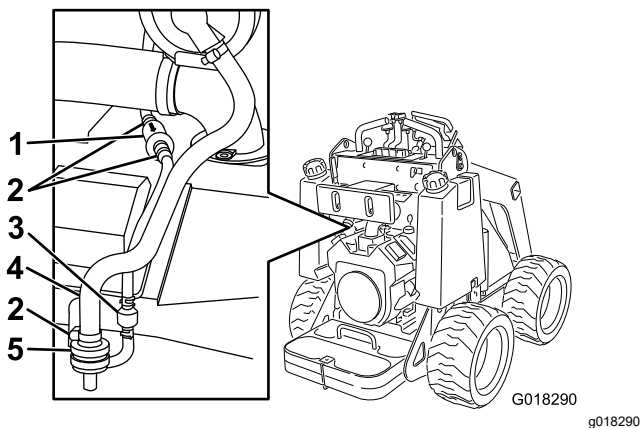

図 23
3. カーボンキャニスタエアフィルタ上部のホースクランプゆるめる 図 23。
4. エアフィルタを外して捨てる 図 23。
5. 新しいフィルタをホースに取り付け、ホースクランプで固定する 図 23。
3. カーボンキャニスタ・パージラインフィルタの前後両側についているホースクランプをゆるめてフィルタから遠い位置に移す 図 23。
4. パージラインフィルタを外して捨てる 図 23。
5. 新しいフィルタをホースに取り付けるフィルタについている矢印がチェックバルブの方を向くように取り付け、ホースクランプで元のように固定する 図 23。